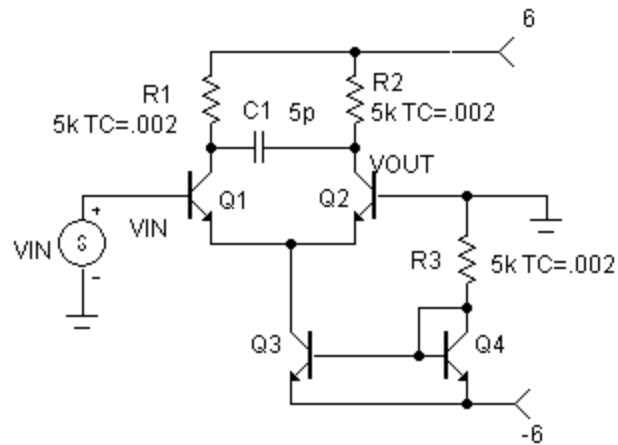

Рис.7.3
**ЗАДАНИЕ.** Считая параметры биполярных транзисторов известными, для двух крайних значений диапазона температур построить следующие характеристики дифференциального усилителя (рис. 7.3): передаточную для входных напряжений в пределах  $-0,25...0,25V$ , амплитудно- и фазочастотные характеристики в диапазоне частот  $10Гц...1ГГц$ , зависимость входного сопротивления от частоты